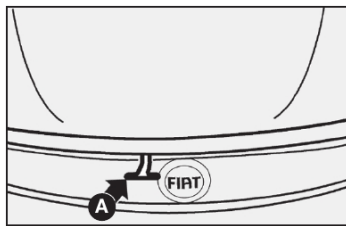

fig. 74
- 2) puxar a trava **A**-fig. 74;